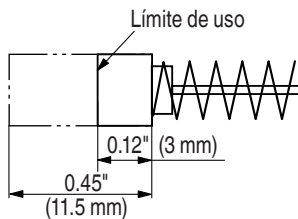

Fig. 12
4. Inspección de las escobillas de carbón (Fig. 12)